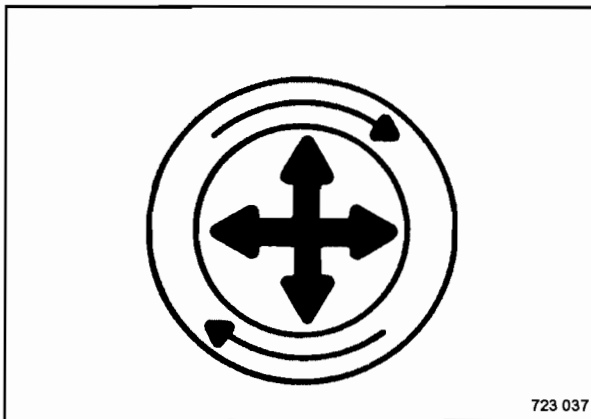

Fig. 104
- Soltar el elemento filtrante principal (Fig. 104) con mucho cuidado.
El elemento filtrante principal está posicionado precisamente sobre el tubo de salida así procurando una obturación por la parte interior de la tapa del filtro. Retirar el elemento filtrante principal con mucho cuidado para reducir la liberación de la cantidad de polvo. Para soltar la obturación hay que tirar el elemento filtrante principal con mucho cuidado hacia abajo y los lados o girarlo (Fig. 104).